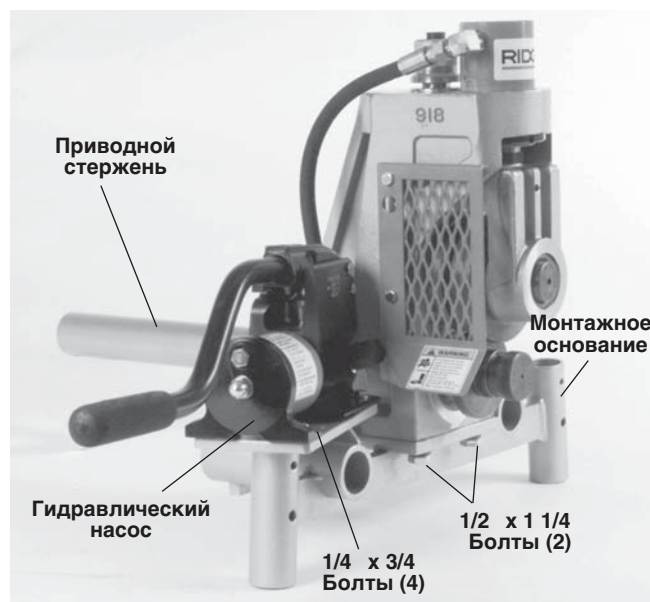

Рисунок 3 – Высокомощный желобонакатчик № 918 на монтажном основании № 1822
6. Убедитесь, что защита желобонакатчика на месте (рисунок 3).